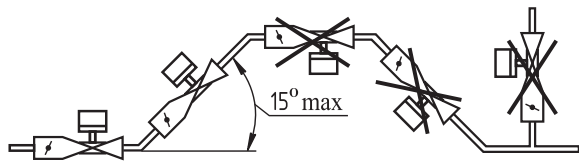

Рис. 2
4.2.5 Произведите монтаж клапана на трубопровод, в соответствии с рекомендацией по расположению клапана на трубопроводе. Отклонение катушки от вертикального положения допускается не более 15° (рис. 2).